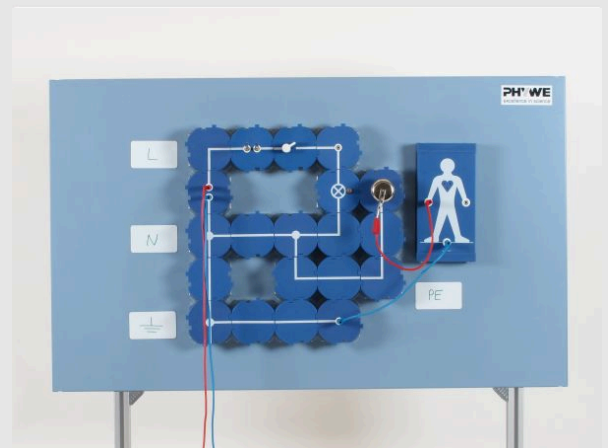

Abbildung 2
- Baue bei geöffnetem Schalter den Schutzleiter entsprechend der Abb. 2 ein und kennzeichne ihn mit PE (Protection Earth).